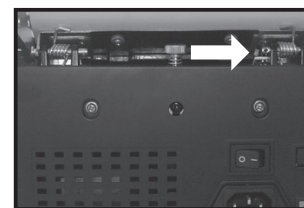

Figura 4
- Rotiți-l drept pentru a micșora grosimea (vezi figura 4)